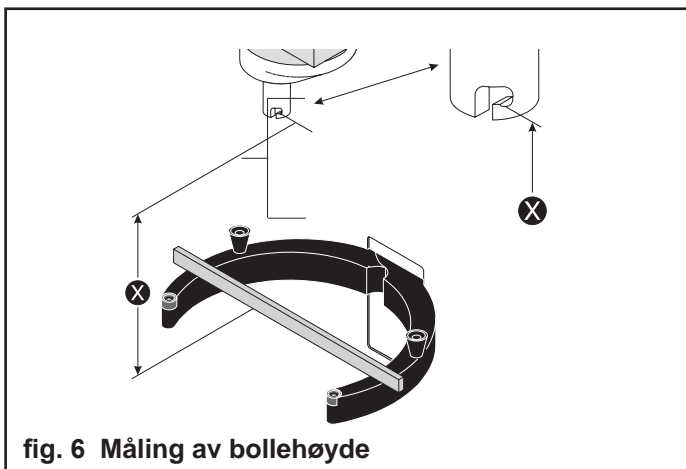

fig. 6 Måling av bolleheight
Avstanden (X) måles fra undersiden av bajonettullet til flaten på bollestøtten som bollen hviler på (fig. 6). Bollestøtten skal være hevet til normal arbeidsposisjon.